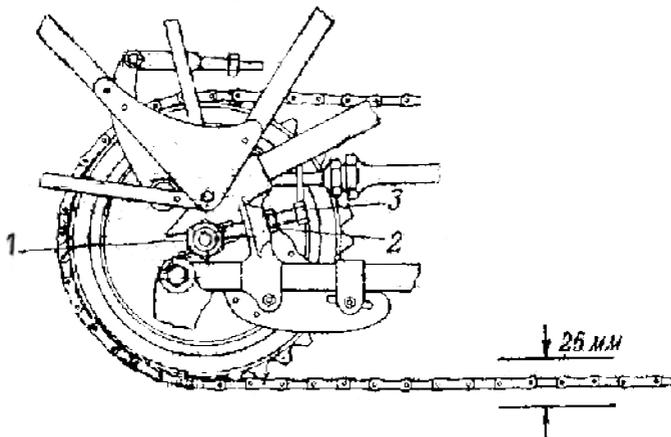

Рис. 43 Регулировка натяжения задней цепи:
3. Ослабить гайку 1 (рис. 43) втулки тормозного диска.